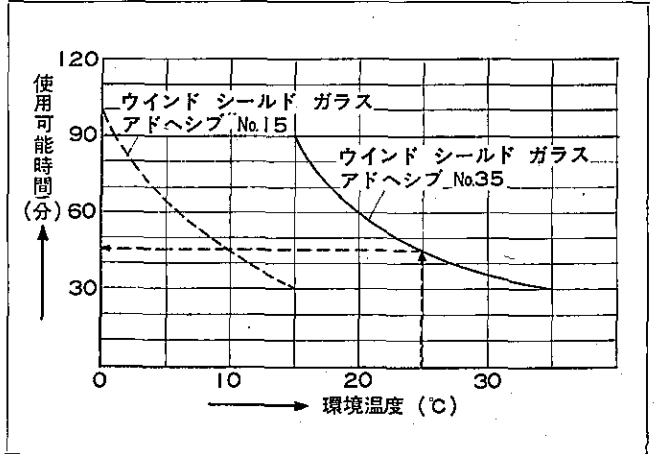

図15-1-23 使用可能時間
(1) アドヘシブの使用可能時間は環境温度（作業する場所の温度）によつて大きく変化する。環境温度によつてウインドシールドガラスアドヘシブセット（2種類）を正しく使い分ける必要がある。作業時間（主剤と硬化剤を混合してからボデーへガラスを装着するまでの時間）は最低30分程度を必要とするが、図15-1-23を参考にして、アドヘシブの使用可能時間内で作業を終えること。